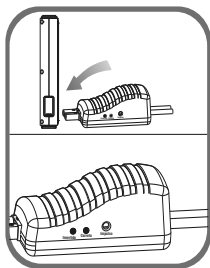

Fig. 3 – Conectando al vehículo
- Asegúrese que las garras no estén conectadas a la batería, en seguida conecte el enchufe azul en la entrada del conector de las garras (1) (Fig. 3);